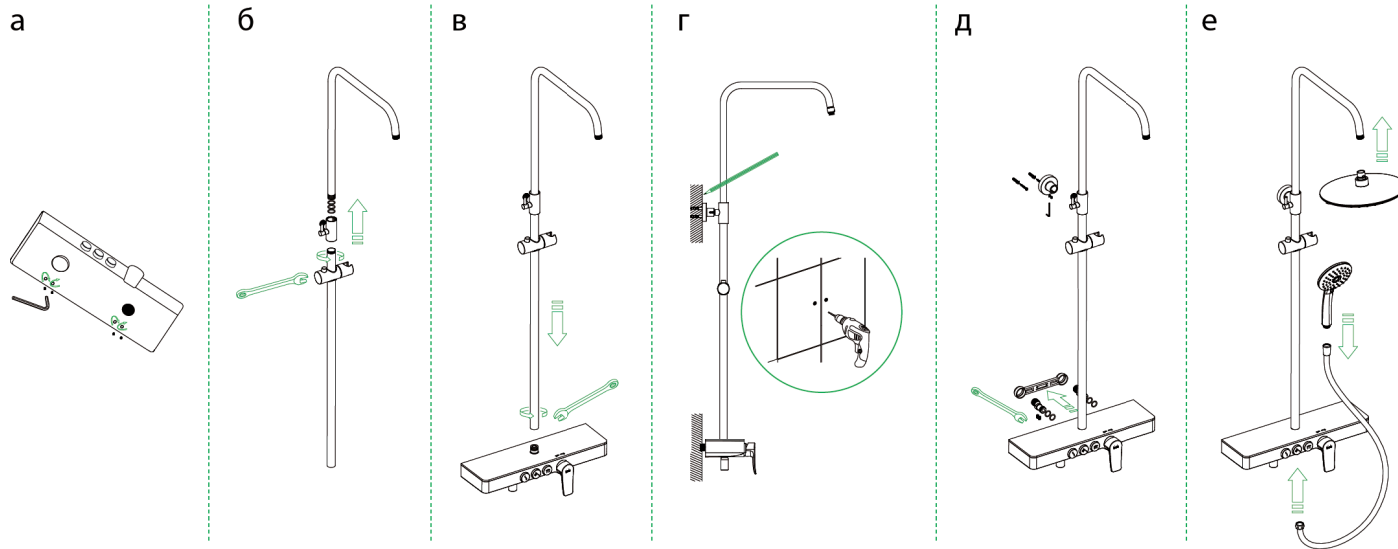

Рис. 2 / 2-сур.
1. Отключите систему холодного и горячего водоснабжения. Винтите эксцентрические переходники (см. рис. 2) в выходы трубопроводов системы водоснабжения, предварительно уплотнив резьбовую часть изоляционным материалом. Подберите положение эксцентрических переходников, при котором они совпадут и будут соответствовать присоединительному положению смесителя. При этом положение смесителя должно быть горизонтальным.
3. Установите стойку для душа (рис. 2). Отрегулируйте ее, выбрав необходимую высоту для комфортного использования. С помощью входящего в комплект крепежа установите и зафиксируйте верхний держатель стойки. Установите верхнюю душевую насадку.